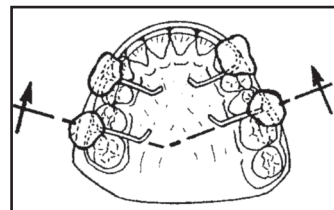

Figura 1B
3. Posizionare i fili, ecc., sul modello. Fissarli con cera collante nelle aree buccali e vestibolari non ricoperte di MRA (figura 1B).